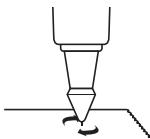

Fig. 2.5
- Tenez la sonde avec la pointe à angle droit (90 degrés) sur un morceau de papier ou une pierre. Déplacez doucement en mouvements circulaires sans rétracter la pointe (Fig. 2.5).